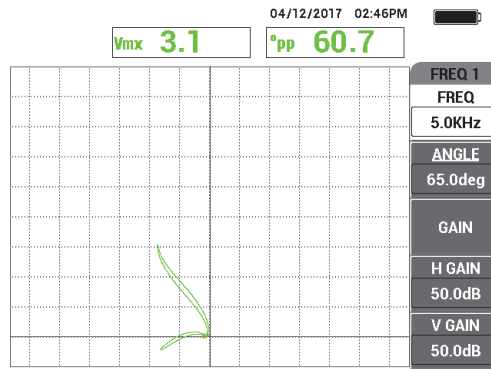

Figura 5-183 Rastreamento das duas ranhuras
3. Rastreie lentamente o tubo até 10% do diâmetro interno e 20% do diâmetro externo até que os defeitos sejam exibidos. Quando o sulco da abertura está visível na tela do NORTEC 600, pressione a tecla FREEZE (❄) [veja Figura 5-183 na página 262].